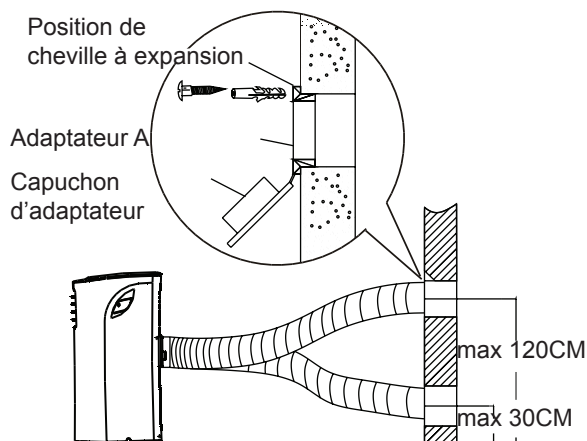

Fig.19
1. Préparez le trou dans le mur. Installer l'adaptateur A d'échappement mural dans le mur (l'extérieur) en utilisant 4 chevilles à expansion et des vis en bois, assurez-vous que vous fixez profondément. (Voir Fig.19)